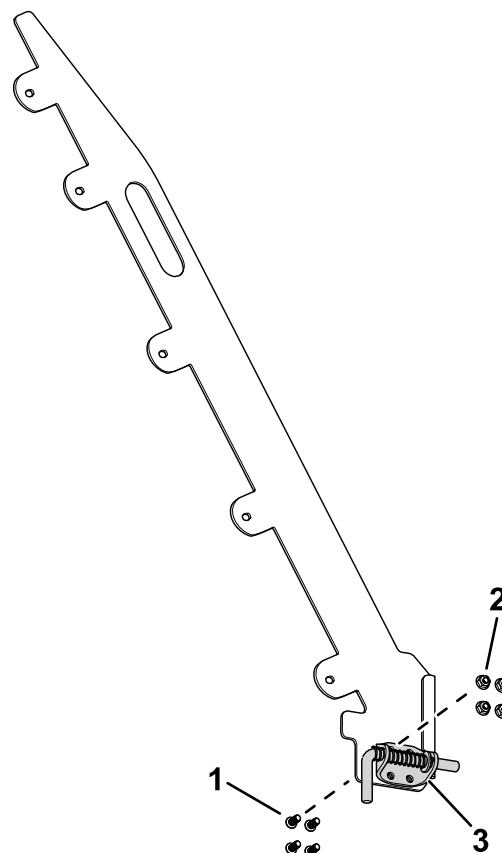

Figura 9
1. Utilizzate 4 viti a testa Torx e 4 dadi (5/16") per fissare la staffa del perno del fermo alla piastra di guida sul gruppo rampa (Figura 9).